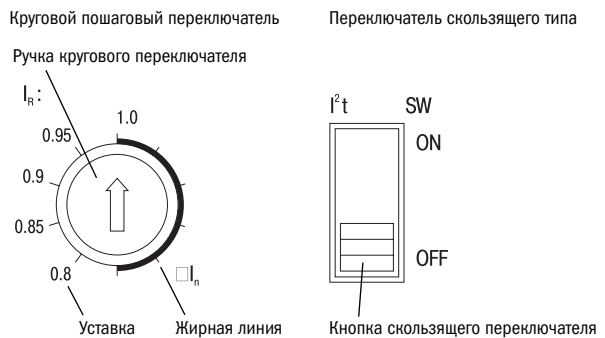

Рисунок 32. Переключатели значений уставок реле
- 3) Используйте круговые пошаговые переключатели и переключатели скользящего типа для установки параметров реле. Смотрите рисунок 32.